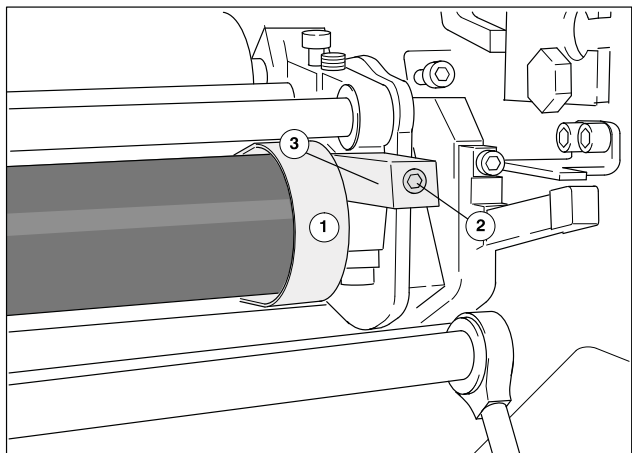

図23 駆動側のはねよけガードの取り外し
- ① 湿し装置の上下にあるガードを開きます。
- ② 水皿を取り外します。
- ③ 付属のホルセットレンチを使って、ネジ(図23/②)を完全に緩めます。ネジは、はねよけガードのサポート(図23/③)から取り外せません。
- ④ はねよけガード(図23/①)を下に倒して、サポート(図23/③)から抜きます。
- ⑤ 反対側のはねよけガードも同じ方法で取り外してください。